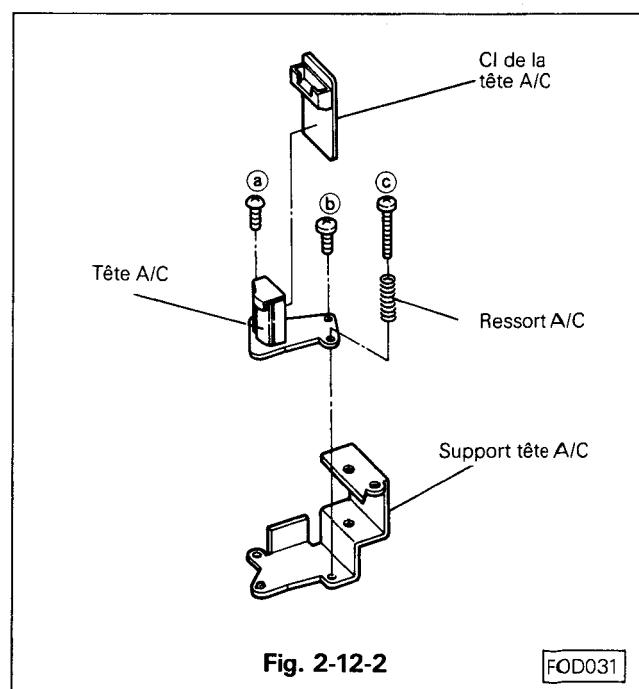

Fig. 2-12-2
- D. Dévisser les vis (Ⓐ, Ⓑ et Ⓒ) et le ressort A/C (Voir Fig. 2-12-2) et retirer la platine A/C de son support.
- E. Dessouder la tête A/C de sa platine circuit imprimé. (Voir Fig. 2-12-2)